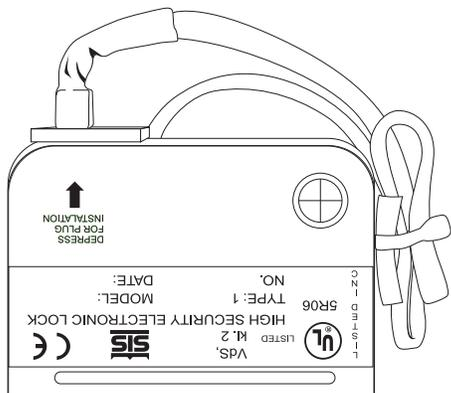

Figura 10
5. Assicurare i cavi con fermacavi, assicurandosi di non includere nessuna parte mobile (figura 10).